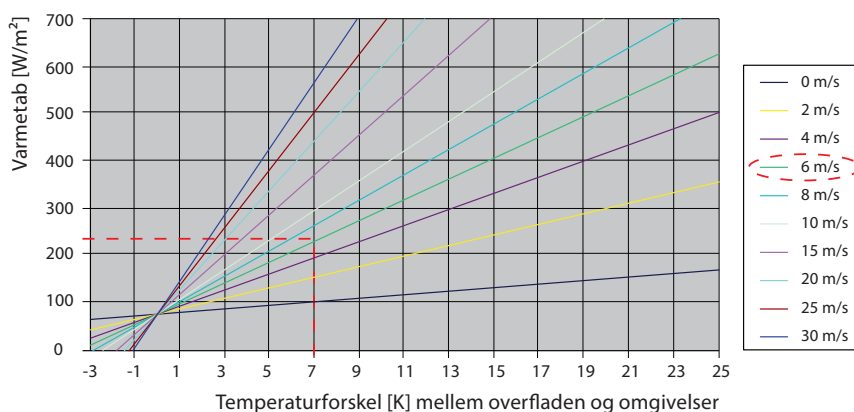

Fig. 3. Vind- og temperaturafhængigt varmetab
F.eks. er varmetabet forårsaget af vindstyrken og temperaturforskellen imellem overfladen og omgivelsesluften beskrevet i ASHRAE-applikationshåndbogen fra 2003 (se fig. 3).
Under middelsvære vejrtilstande og 6 sekundmeter vind er varmetabsværdien ved valg af $\Delta T = 10$ K (fra -3 K til +7 K) eksempelvis omkring 230 W/m^2 (markeret med den røde stiplede linje i fig. 3).